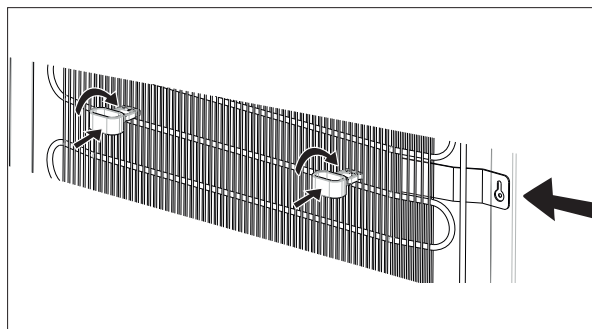

Fig. 21
- ▶ Montez les deux entretoises (17) à hauteur de la plaque de fixation supérieure (voir flèche de droite sur fig. 21) au dos de l'appareil sur les ailettes de refroidissement.
- ▶ Insérez respectivement l'entretoise (17) verticalement jusqu'à l'évidement marqué **T** entre deux ailettes de refroidissement et faites-la tourner de 90° en position horizontale, comme sur la figure 21. Ainsi, le condensateur ne pourra pas entrer directement en contact avec le mur.
- ▶ Alignez l'appareil horizontalement et compensez les inégalités du sol en vissant plus ou moins les pieds de l'appareil (6).